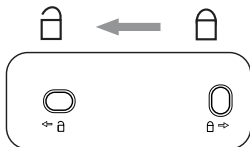

Fig. 1
- ◆ Remova o suporte de parede ⑩ na parte traseira do emissor, deslocando o mesmo na direção do símbolo do cadeado aberto  (ver fig. 1).